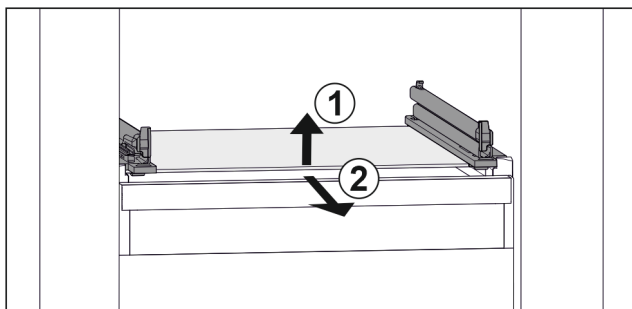

Fig. 137 Exempel på glashylla
- ▶ Lyft glashylla fram till. Fig. 137 (1)
- ▶ Ta ut glashylla framåt. Fig. 137 (2)